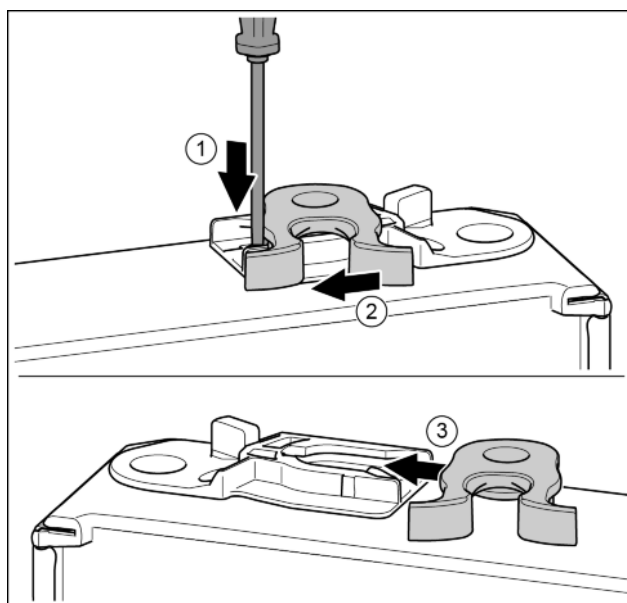

Fig. 18*
- Nakładkę wcisnąć w dół przy pomocy śrubokręta.* Fig. 18 (1)
- Hak zamykający wyjąć z prowadnicy.* Fig. 18 (2)
- Hak zamykający wsunąć w prowadnicę znajdującą się z drugiej strony.* Fig. 18 (3)